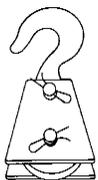

Figure 8
3. UTILISEZ UN PALAN POUR LES CHARGES LOURDES. Afin de maximiser la vie du treuil et du câble, utilisez un palan pour avoir un câble double pour les charges plus lourdes (Fig. 8).